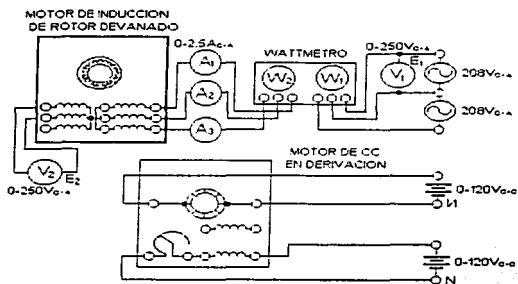

Figura 12
- Conectar el circuito de la figura 12.